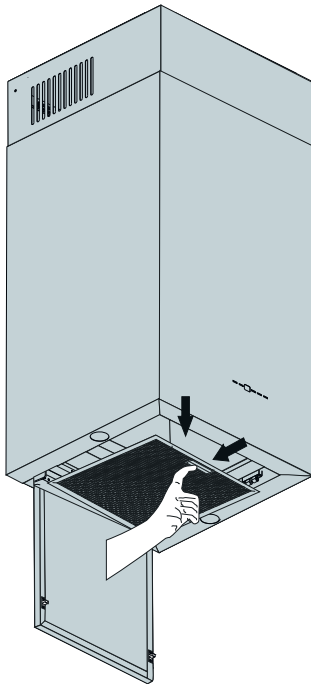

Fig. 10
1. → För att ta bort kantsugplattan, tryck vid de övre högra och vänstra punkterna och dra ner (Fig. 10).
Öppna aluminium-fettfiltrets lås genom att trycka på knappen och ta ut det (Fig. 10).